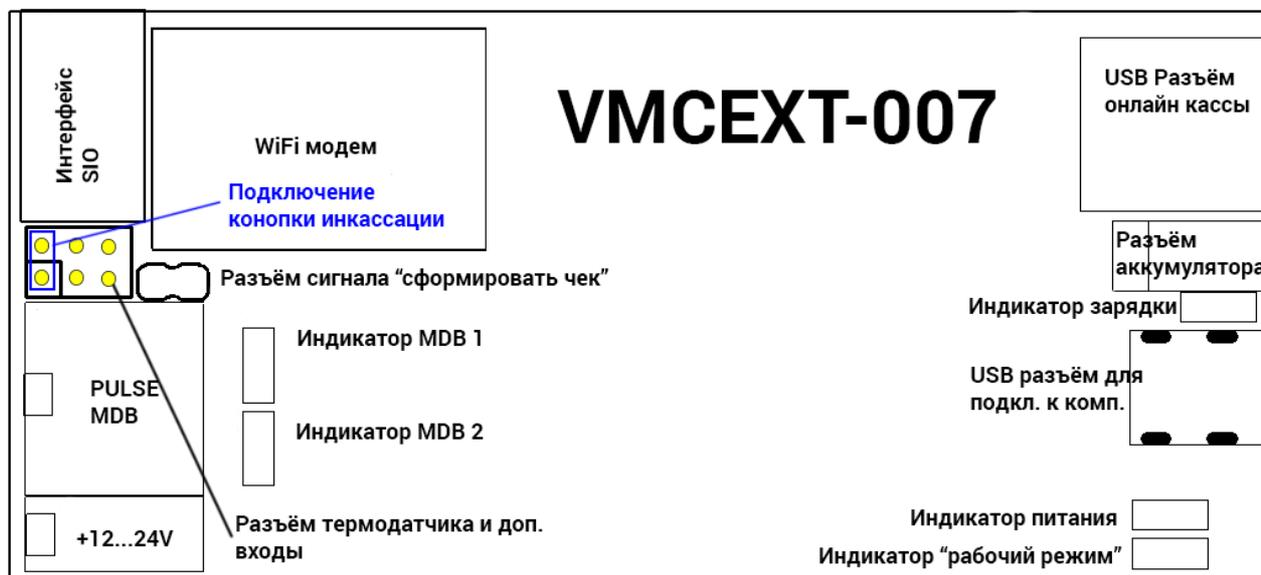

Рисунок 1
- Кнопка инкассации подключается, как показано на рис. 1.